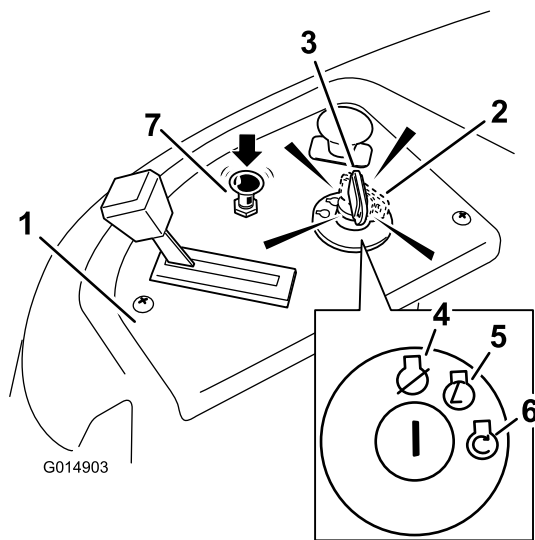

Figura 14
4. Gire la llave de contacto a Arranque para activar el motor de arranque. Cuando el motor arranque, suelte la llave (Figura 14).
5. Cuando el motor haya arrancado, empuje el control del estérter hacia abajo (Figura 14). Si el motor se cala o funciona irregularmente, tire hacia arriba del control del estérter y deje funcionar el motor durante unos segundos. Luego empuje el control del estérter hacia abajo. Repita este procedimiento tantas veces como sea necesario.
3. Gire la llave de contacto a la posición de Desconectado (Figura 14) y retire la llave.